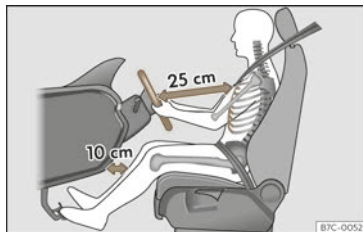

Abb. 16 Der richtige Abstand des Fahrers zum Lenkrad muss mindestens 25 cm (10 Zoll) betragen.
- Lenkrad so einstellen, dass der Abstand zwischen Lenkrad und Brustbein mindestens 25 cm (10 Zoll) beträgt >>> (Abb. 16) und das Lenkrad mit beiden Händen und leicht gebeugten Armen seitlich am äußeren Rand festgehalten werden kann.